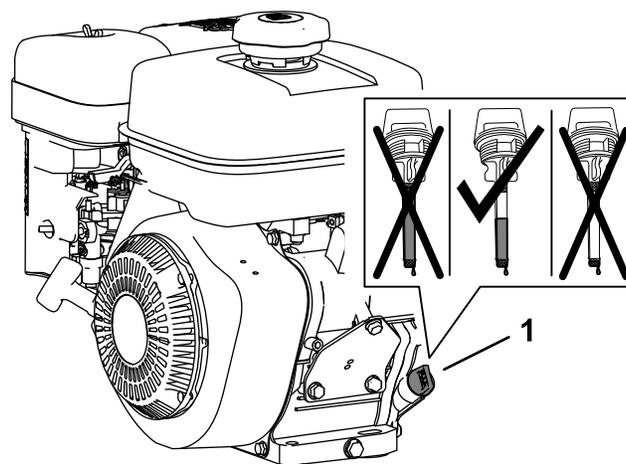

Figura 10
1. Togliete l'asta di livello dal collo del bocchettone del motore e pulitela con un panno (Figura 10).
2. Versate lentamente 0,6 litri dell'olio specificato nella coppa dell'olio del motore attraverso il collo del bocchettone (Figura 10).
4. Togliete l'asta di livello dal collo del bocchettone e osservate il livello dell'olio sull'asta (Figura 10).
**Nota:** Il livello dell'olio motore deve coprire l'area tra i punti indicati con tacche sull'asta (Figura 10).
- Serrate manualmente l'asta di livello nel collo del bocchettone (Figura 10).